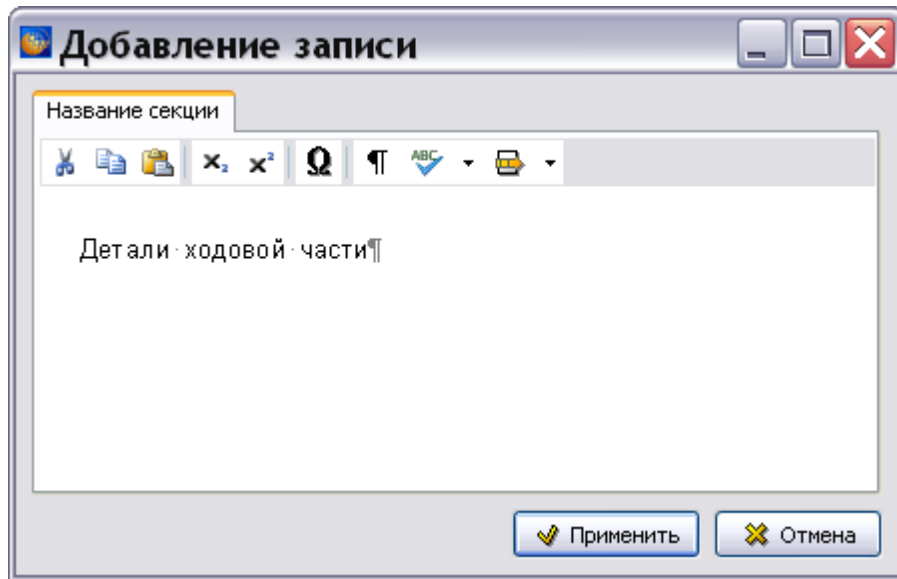

Рисунок 639
2) В окне **Добавление записи** введите название раздела (рисунок 639). Возможно автоформатирование текста, вставка символов, копирование в буфер обмена и вставка из него.